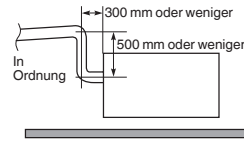

Abb. 3-45
- Wenn es erforderlich sein sollte, die Höhe des Ablaufrohrs zu vergrößern, kann der Bereich unmittelbar nach der Anschlussstelle um maximal 500 mm angehoben werden. Der Anschluss darf nicht um mehr als 500 mm höher gestellt werden, da hierdurch Undichtigkeiten entstehen können. (Abb. 3-45)